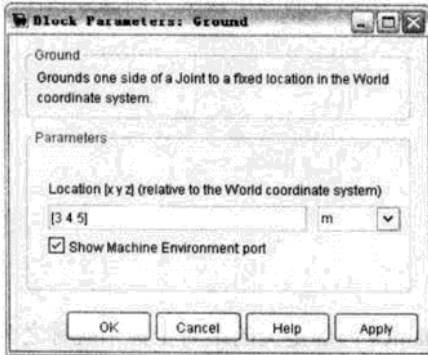

图 17.12 Ground 模块参数对话框
- (1) 然后在 SimMechanics 库中打开 Bodies 库。
- (2) 从 Bodies 库中拖放 Ground 模块和 Machine Environment 模块到模型窗口中，保存文件为 model17to01.mdl，然后关闭 Bodies 模块库。
(3) 打开 Ground 模块参数对话框，在 Location [x y z]栏中输入向量[3 4 5]，并选中 Show Machine Environment port 复选框，如图 17.12 所示。单击 OK 按钮，然后连接